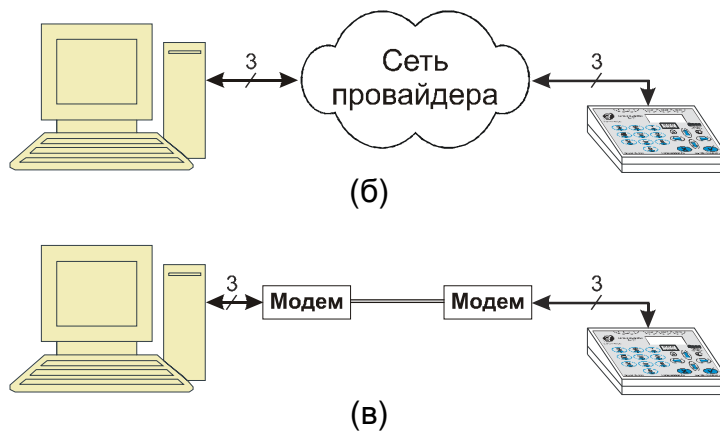

Рис.7.5.2 Работа КПЦО по протоколу ПК3-S:
- ПКЗ-S - используется для связи только с Windows-версиями АРМ ДПУ. Поддерживается КПЦО начиная с версии 3.11. Протокол использует 3 линии интерфейса RS232 и допускает удаленное управление КПЦО с использованием цифровых каналов связи (см рис.7.5.2)